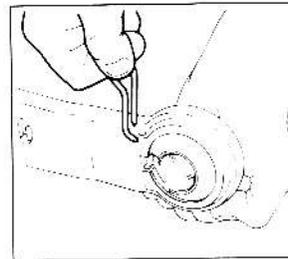

Fig 45
Rotules interchangeables (Figs. 45 et 46)
1. Tirer l'épingle (Fig. 45) vers le haut, comme indiqué.